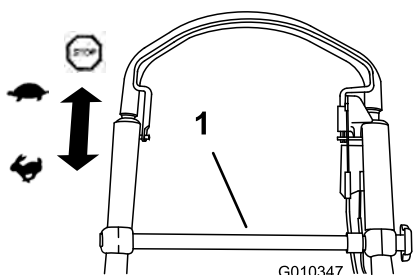

Рисунок 23
Чтобы включить самоходный привод, просто идите, положив руки на верхнюю рукоятку и держа локти по бокам, и газонокосилка автоматически будет двигаться с вашей скоростью перемещения (Рисунок 23).
**Примечание:** Если при возврате после движения самоходом газонокосилка не покатится свободно в обратном направлении, подайте ее вперед на один-два дюйма, не отключая самоходный привод (Рисунок 23), а затем потяните газонокосилку назад.